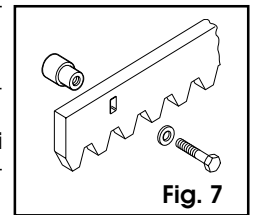

Fig. 7
- 1) Predisporre la cremagliera (fornibile a richiesta), con le viti TE 8x25 e i distanziali a saldare in dotazione, come da fig. 7. Per evitare di saldare sul cancello sono disponibili dei distanziali passanti zincati con viti di fissaggio TE 8x50.